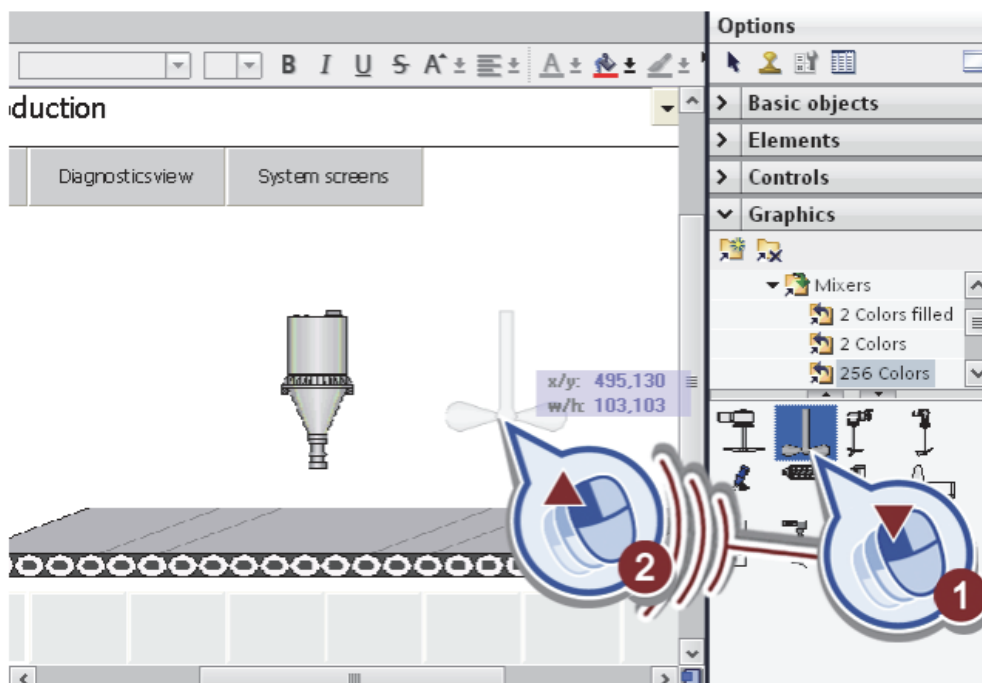

Рис. 3.9. Добавление смесителя
- перетащите графическое изображение «Mixer blade» на экран (рис. 3.9).